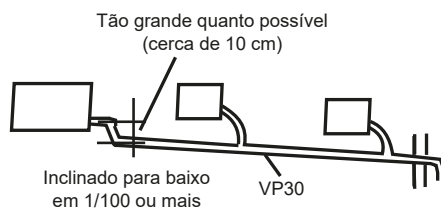

Figura 24
7. Quando a saída do tubo de descarga de água for maior que a conexão de tubo para sucção de água, tente manter o tubo de descarga de água o mais vertical possível e as conexões de saída de água se dobrarão de modo que a altura do tubo de descarga de água fique dentro de uma tolerância de 1.000 mm de distância da base da bandeja de água. Caso contrário, haverá vazão excessiva de água quando a operação for parada. Consulte a Figura 24.